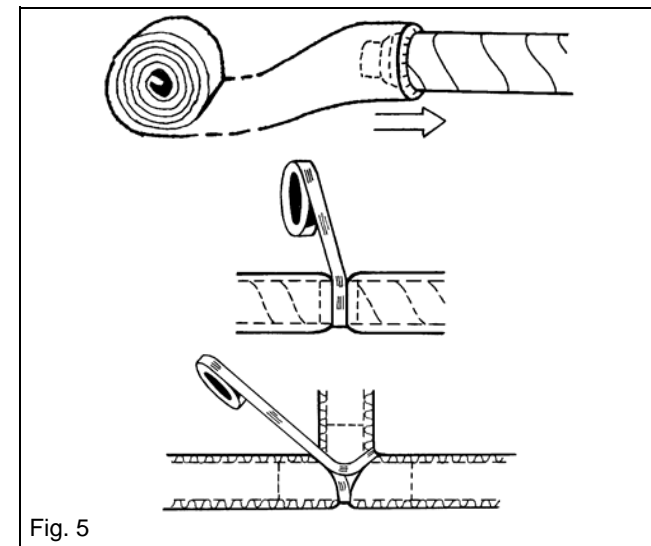

Fig. 5
### **Kondens-/varmeisolering (Fig. 5)**
**Kondensbildung/Wärmedämmung (Fig. 5)**
**Condensation/heat insulation (Fig. 5)**